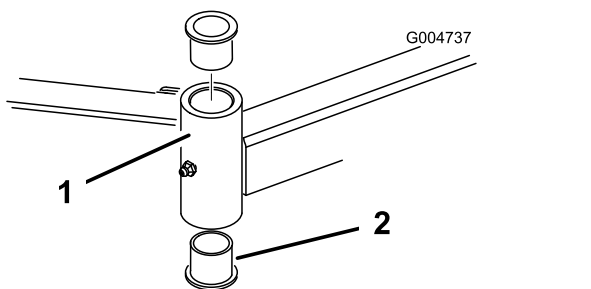

图 22
- 将销冲头插入安装管的顶部或底部然后将轴套从管中推出图 22。以同样的方式将另一个轴套推出安装管。清洁安装管内部的任何污垢。